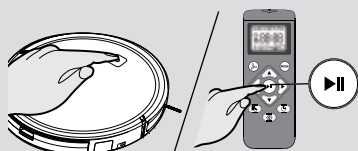

Fig. 10
2. Tryck på on/standby-knappen på enheten eller på start/paus-knappen på fjärrkontrollen för att starta städningssprocessen. [Fig. 10]